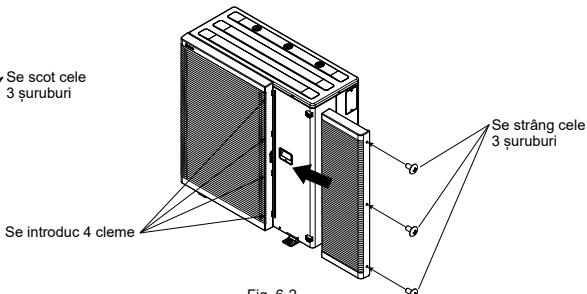

Fig. 6-2
- Se introduc cele 4 cleme ale grilei de evacuare (partea dreaptă) și se strâng cele 3 șuruburi. (Fig. 6-2)